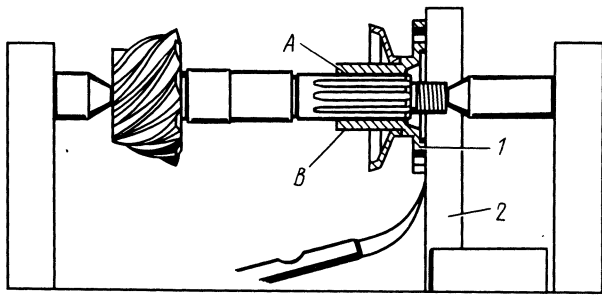

Рис. 132. Проверка биения фланца ведущей шестерни:
1. Собрать и установить на место ведущую шестерню, предварительно осмотрев фланец; убедиться в отсутствии забоин на шлифованной поверхности В, по которой работают сальники, и на торце А (рис. 132), не погнуты ли ушки крепления карданного вала. Привалочная поверхность фланца должна быть максимально плоской, иначе неизбежна вибрация карданного вала.